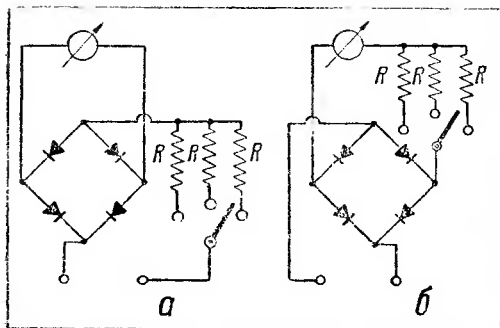

Рис. 1
**ОТВЕТ.** Включать купроксные элементы необходимо так, чтобы к ним было приложено небольшое напряжение. Правильное включение показано на рис. 1а. Большая часть на-
Ни в коем случае нельзя включать купроксы, как это показано на рис. 1б. При таком соединении к двум последовательно соединенным купроксным элементам и будет приложено все измеряемое напряжение, которое может оказаться чрезмерным для купроксов и они будут пробиты.